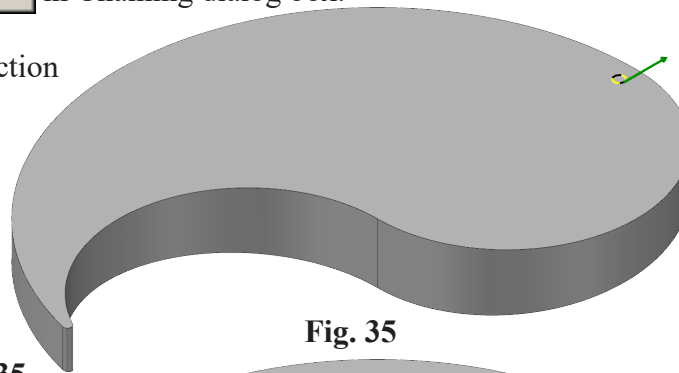

Fig. 35
Step 3. Chain circle, Fig. 35.